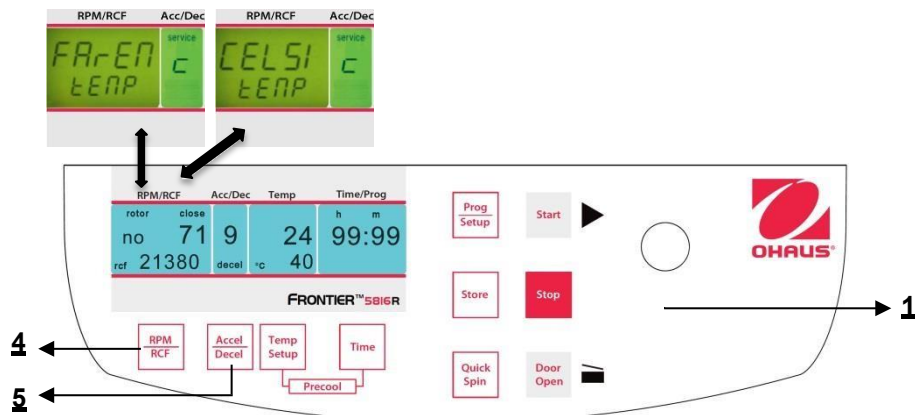

Abbildung. 34
Fahren Sie fort wie unter Punkt 4.1.1 beschrieben, um in den Programmmodus einzutreten und drücken Sie dann die Taste **"Accel/Decel"** (5). Auf der Anzeige **"Acc/Dec"** (A-2) erscheint das Wort **"Service"**. Wählen Sie nun den Buchstaben **"C"** mit Hilfe des Anpassungsknopfes (1). Als Ergebnis erscheinen auf der Anzeige **"RPM | RCF"** (A-1) die Worte **"CELSI/temp"**. Wenn Sie die Taste **"RPM | RCF"** (4) drücken, blinkt das Wort **"CELSI"** und Sie können mit dem Anpassungsknopf (1) die Anzeige in Fahrenheit **"FAREN"** ändern (siehe Abbildung 34). Nachdem Sie die Einstellungen gespeichert haben (siehe 4.1.1), ändern Sie zurück zum normalen Programmiermodus, indem Sie die Zentrifuge kurzzeitig ausschalten.